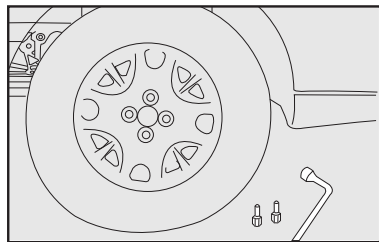

fig. 11
10) Apertar os parafusos utilizando a chave de roda específica **fig. 11**;